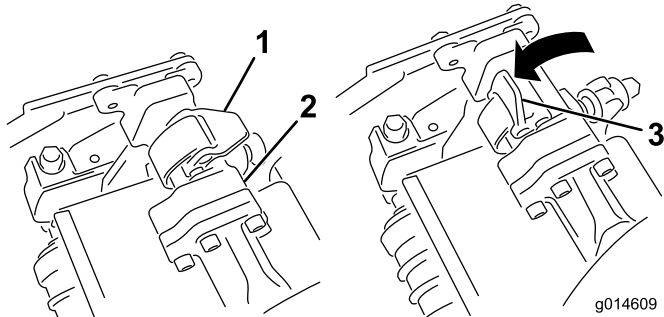
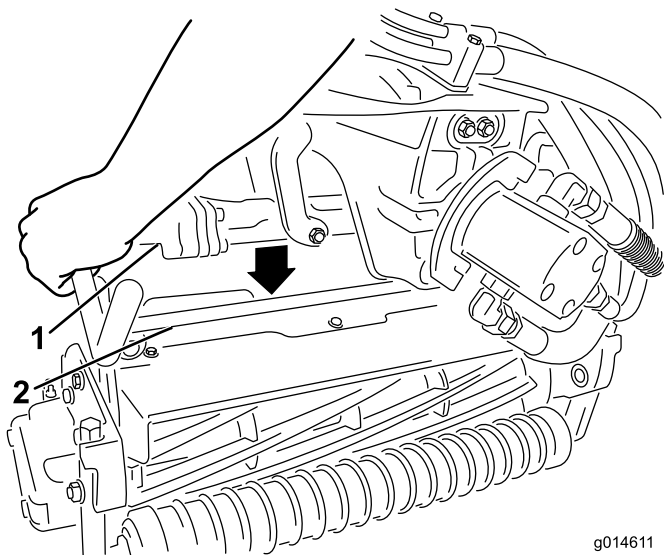

図 11
図 12
(図 11)、サスペンション・アームを押し下げて、バーを、カッティングユニットのバーの上に被せるようにする(図 12)。
- 6. ラッチを下げて閉じるとカッティングユニットのバーがロックされてユニットがアームにセットされる(図 11)。